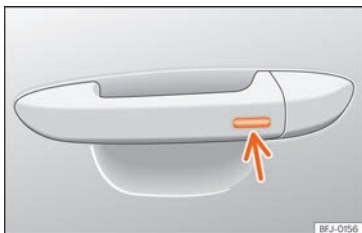

Fig. 94 Manipulo da porta: superfície sensora.
- Mantenha um dedo durante alguns segundos sobre a superfície sensora de bloqueio »» Fig. 94 (seta) do manipulo da porta para fechar o teto. Se deixar de tocar na superfície sensora, interrompe a função de fecho.